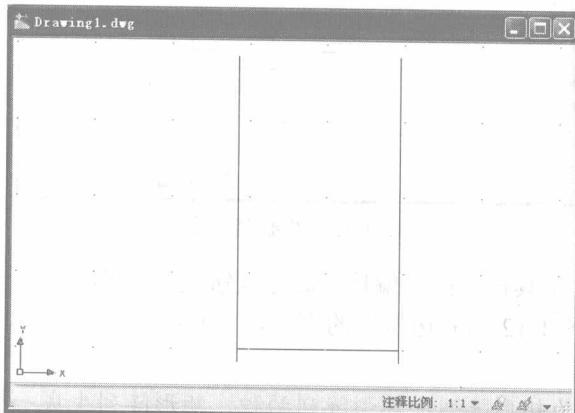
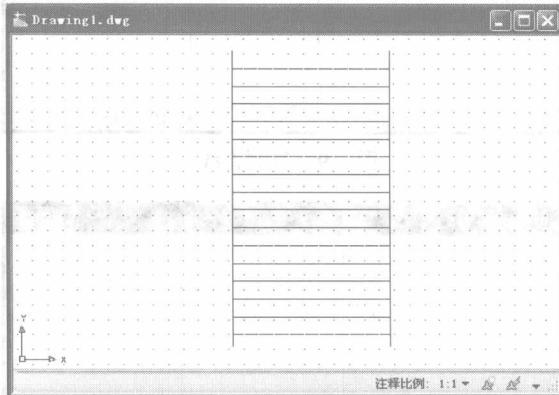

图 1-10 绘制直线
图 1-12 绘制踏步线
(4) 单击“绘图”工具栏中的“直线”命令按钮 , 在命令行中输入 From, 根据命令行的提示, 捕捉左边扶手直线的下端端点, 在命令行输入偏移点的坐标(@0,200), 确定为直线的第一点, 再输入另一点坐标为(@2600,0), 得到如图 1-10 所示的图形效果。
(2) 在“阵列”对话框中，选择“矩形阵列”单选按钮，单击“选择对象”按钮 \square ，返回到当前绘图区域中，选择图 1-10 中绘制的直线。在“行”文本框中输入 16，在“列”文本框中输入 1，在“行偏移”文本框中输入 300，最后单击“确定”按钮结束操作，得到如图 1-12 所示的踏步线。
(3) 单击“修改”工具栏中的“偏移”命令按钮 \square ，根据命令行的提示，在命令行中输入偏移距离 130，选择图 1-12 中右边扶手的直线，将其向右进行偏移，最终得到如图 1-13 所示的效果。
(4) 单击“修改”工具栏中的“镜像”命令按钮 \square ，根据命令行的提示，选择图 1-12 中的所有楼梯线段，以图 1-13 中绘制的直线为镜像轴线，最终得到如图 1-14 所示的图形效果。